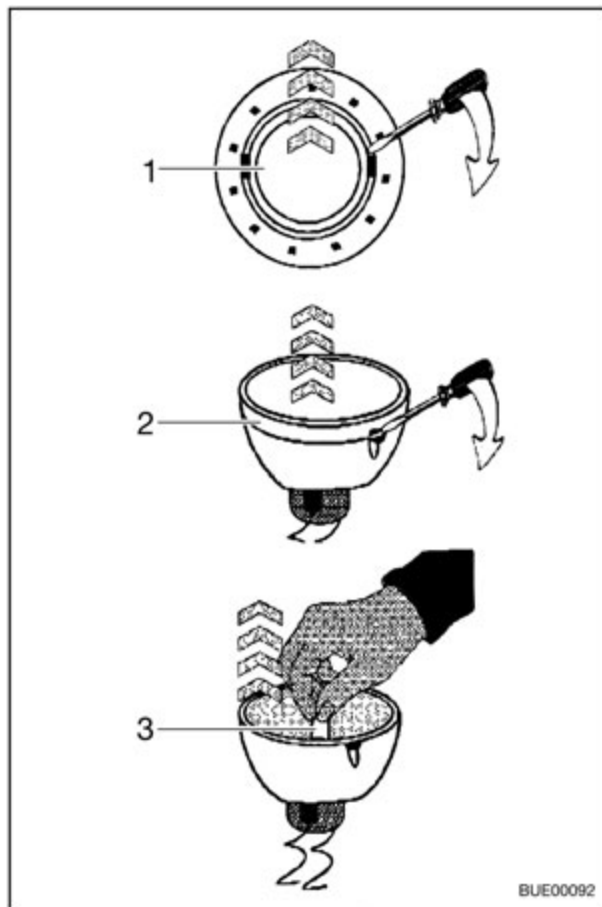

Fig. 165 Remplacer l'ampoule halogène
- Desserrer la bague intérieure (Fig. 165,1) du boîtier avec un tournevis.
- Défaire la bague avec le panneau en verre (Fig. 165,2) de la partie inférieure de la lampe halogène à l'aide d'un tournevis.
- Remplacer l'ampoule halogène (Fig. 165,3).